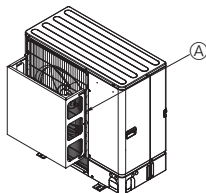
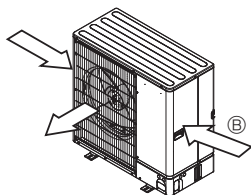

Fig. 2-5
Fig. 2-6
- ② Ak je jednotka nainštalovaná na miesto, kde môžu do výstupu vzduchu priamo vstupovať silné vetry spôsobené napr. tajfúnom, nainštalujte voliteľný vzduchový kryt. (Fig. 2-5)
- ③ Kryt výstupu vzduchu
- ③ Pokiaľ je to možné, jednotku umiestnite tak, aby výstup vzduchu fúkal kolmo na smer sezónneho vetra. (Fig. 2-6)
- ③ Smer vetra